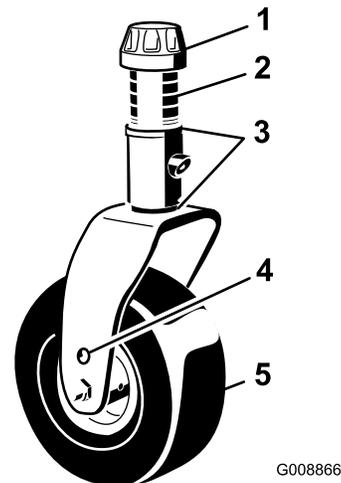

Figura 15
3. Togliete il cappuccio di tensione dall'asse del perno (Figura 15) ed estraete il perno dal braccio della ruota orientabile. Montate i due spessori sull'asse del perno come erano montati in origine. Questi spessori servono per ottenere un livellamento sull'intera larghezza degli apparati di taglio. Mettete il numero opportuno di distanziali da 13 mm (vedi seguente tabella) sull'asse del perno, fino ad ottenere l'altezza di taglio richiesta, quindi montate la rondella sul perno.